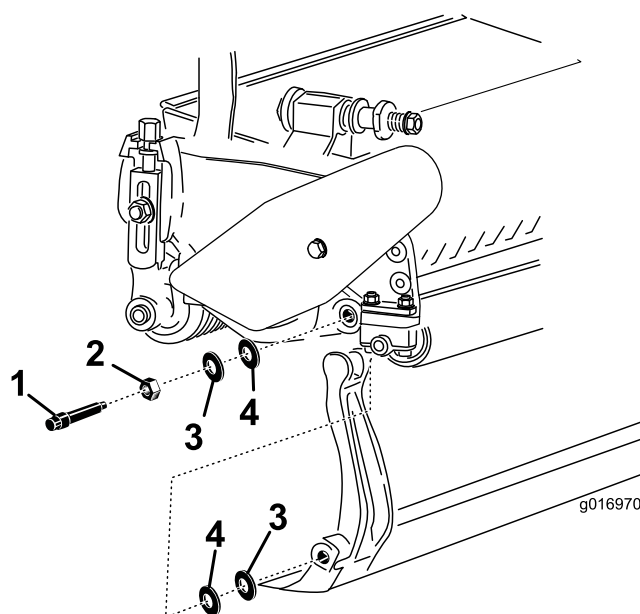

Bild 24
Bewahren Sie die zwei Nylon- und die zwei Scheiben aus gestanzten Stahl an jedem Ende des Untermessers auf (Bild 24).
3. Legen Sie eine Nylonscheibe an jede Seite des Seitenplattenansatzes. Legen Sie eine Stahlscheibe außen auf jede Nylonscheibe (Bild 24).